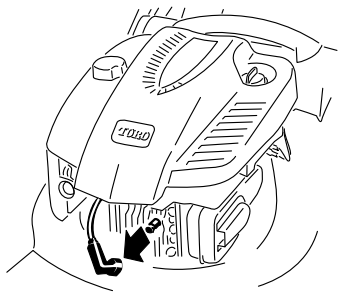

Bild 21
2. Ziehen Sie das Zündkabel von der Zündkerze ab, bevor Sie Wartungsarbeiten ausführen (Bild 21).